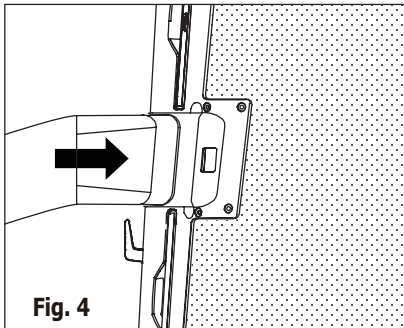

Fig. 4
2. Far scorrere l'adattatore A nel tubo di scambio dell'unità, come indicato sulla Fig. 4.